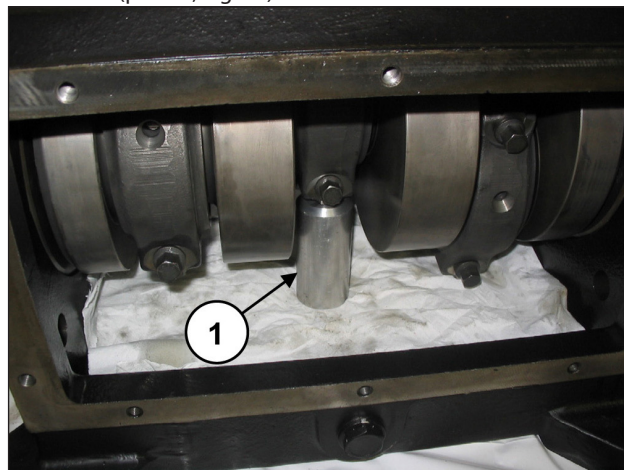

Fig. 16
Inserire uno spessore sotto la biella per bloccare la rotazione dell'albero (pos. ①, Fig. 16).